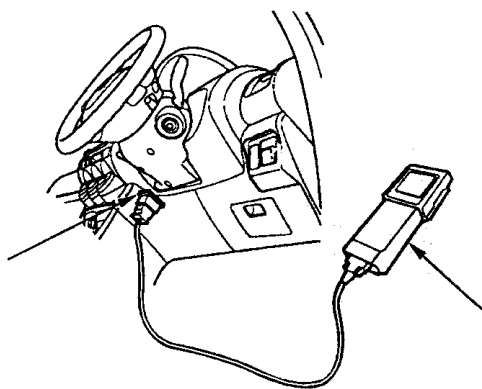

图 9-28 连接 PGM 检测仪
- 3) 如图 9-28 所示，将本田 PGM 测试仪或者本田故障诊断系统 (HDS) 连接到数据连接插头 (16P)。